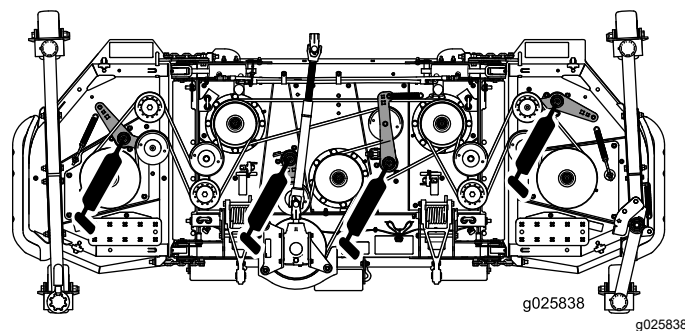

Figura 15
- Articulações do braço intermédio (4) (Figura 15)